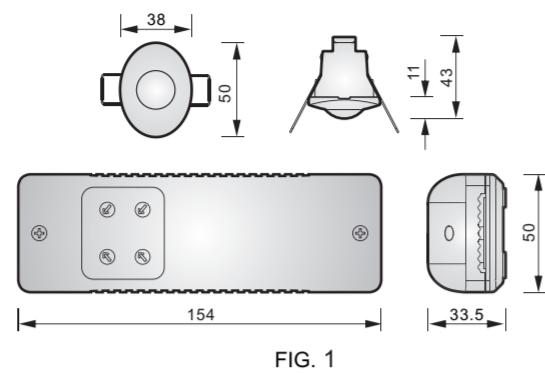

FIG. 1
2.2 La dimension (voir la FIG. 1)